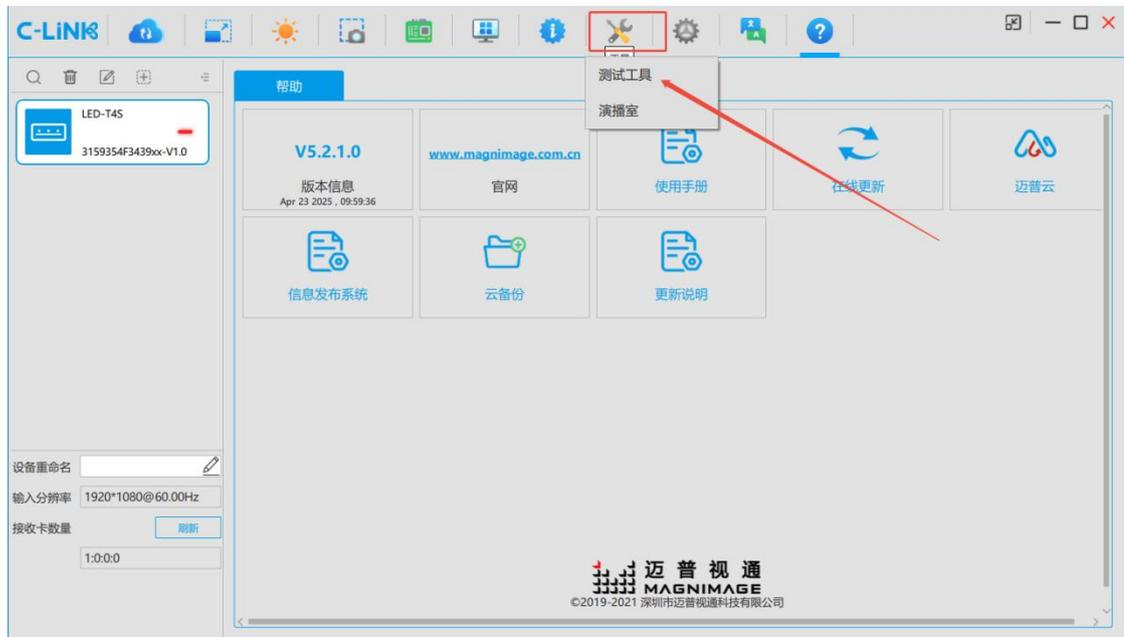

图 14-1 测试工具
- 步骤 1 在“工具”对话框中，选择“测试工具”页签, 例图 14-1。